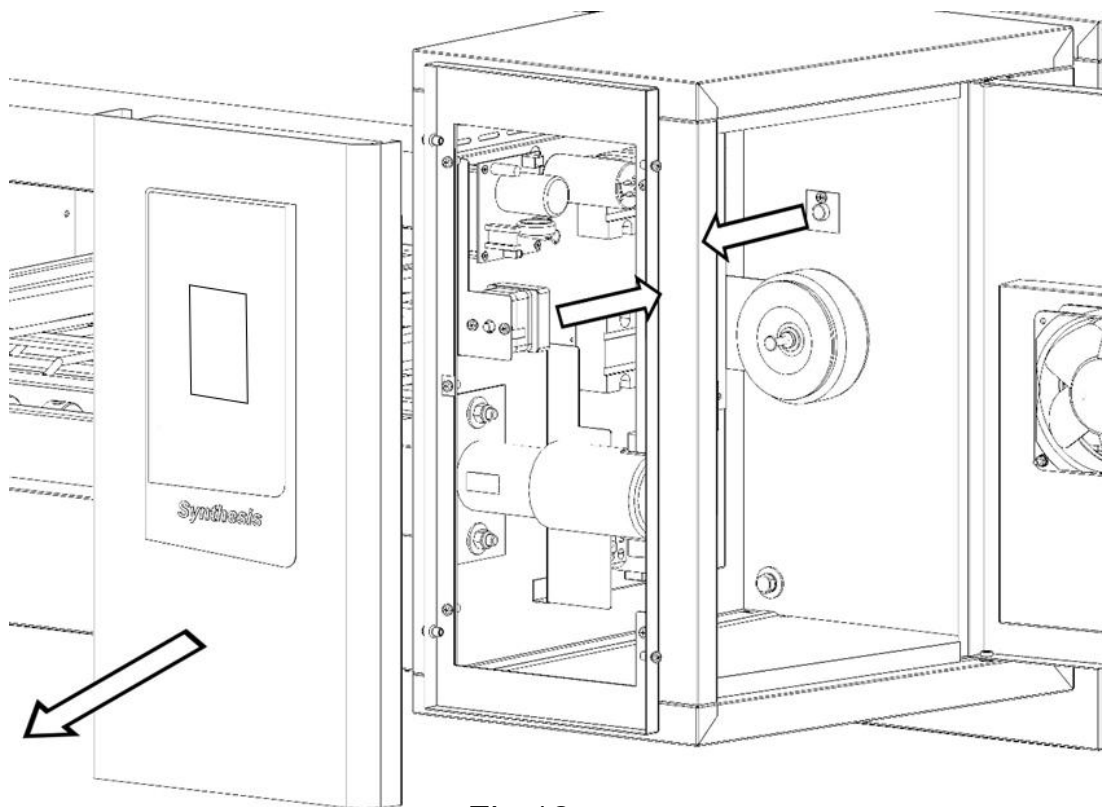

Fig.12
- 3.Desconectar las conexiones eléctricas del termostato (Fig.12).
- 4.Remove el sellador de silicona y sacar la bombilla, desenroscar los tornillos de fijación y reemplazar el termostato (Fig.12).